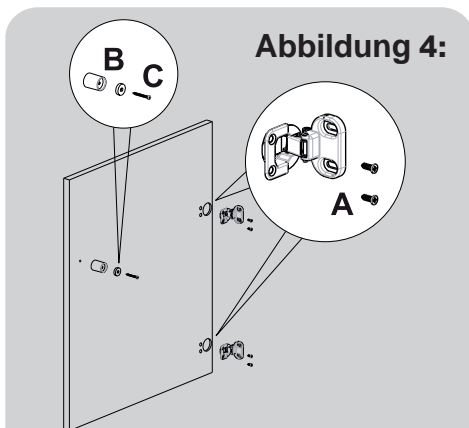

Abbildung 5:
- Montieren Sie die Platte (D) auf der rechten oder linken Seite, entsprechend den Installationsanforderungen (**Abbildung 5**).
- Legen Sie die Kunststoffhalterung (E) unter die Platte und fixieren Sie sie mit einer Schraube (F) (**Abbildung 5**).
- Setzen Sie die Schnappkappe (G) unten ein (**Abbildung 5**).